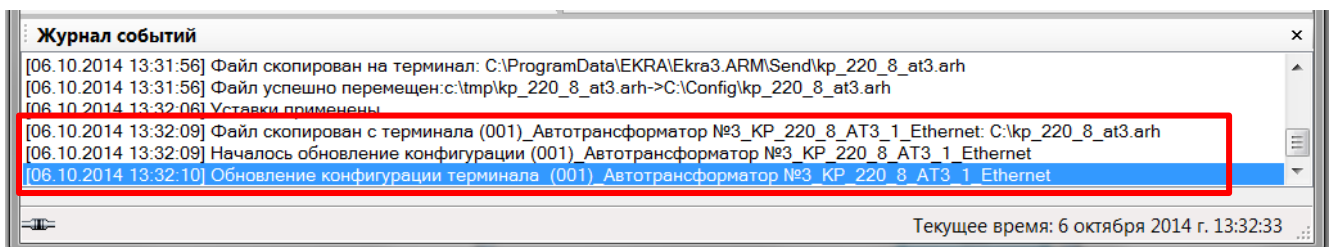

Рисунок 21 – Журнал событий
- 1) после применения уставок дождаться, когда программа выполнит загрузку файлов конфигурации терминала в компьютер (см. рисунок 21);